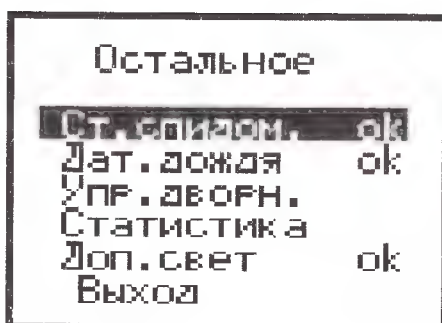

Рис. 23
**"Остальное".** Это последний пункт главного меню. При его выборе на ЖКИ выводится подменю, изображённое на рис. 23.